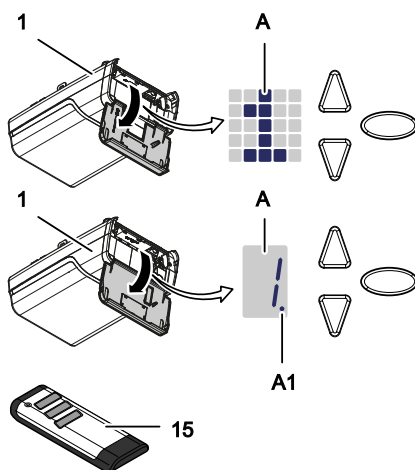

Fig. 4: Elementi di comando e varianti del display numerico
Montare il supporto di montaggio (11) sul portone da garage (fig. 4).